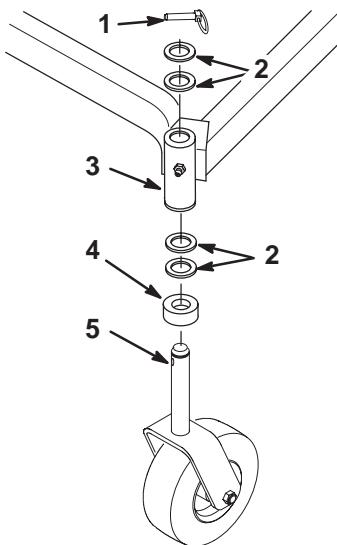

Figure 55
2. Enlevez la goupille de sécurité et la ou les entretoise(s) du haut de la chape de la roue pivotante (Fig. 55).
6. Vérifiez l'usure de la chape et remplacez-la le cas échéant (Fig. 55).
7. Insérez la chape dans les bagues à l'intérieur du tube de montage. Replacez la ou les entretoise(s) sur la chape et fixez-les avec la bague de retenue (goupille de sécurité) (Fig. 55).